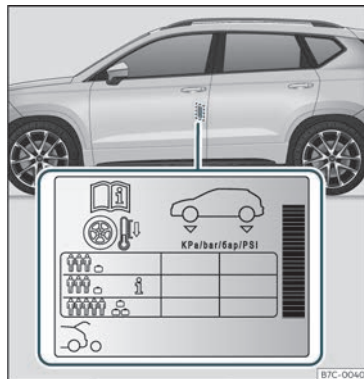

Fig. 209 Localización do adhesivo da presión de inflamento dos pneumáticos.
- Adapte a presión dos pneumáticos á carga que leva o vehículo»» fig. 209.
Os valores da presión de inflamento están indicados na etiqueta adhesiva situada na parte posterior do marco da porta dianteira esquerda >>> fig. 209.
En función do vehículo, a presión de inflamento dos pneumáticos pódese adaptar a media carga para aumentar o confort de marcha (presión de inflamento **i** >>> fig. 209). Cando se circula coa presión de inflamento de confort, o consumo de combustible pode aumentar lixeiramente.
sión de inflamento ao valor máximo de carga indicado na etiqueta adhesiva >>> fig. 209.
No caso dunha roda de emerxencia minimizada (125/70 R18), inflar ata 4,2 bar de presión segundo se indica na etiqueta de presión dos pneumáticos >>> fig. 209.
- O condutor é responsable de que todos os pneumáticos do vehículo estean inflados á presión correcta. A presión de inflamento recomendada vén indicada nun adhesivo >>> fig. 209.
- Cos pneumáticos en frío, deberase manter sempre a presión indicada no adhesivo >>> fig. 209.